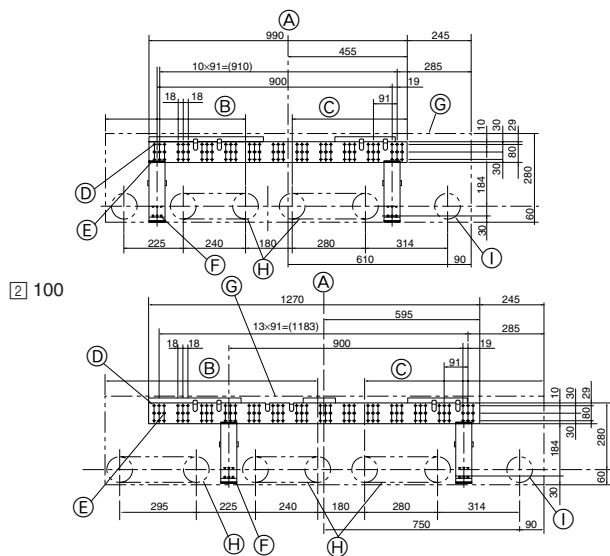

Fig. 3-2
3.2. Installering av väggfästet (Fig. 3-2)